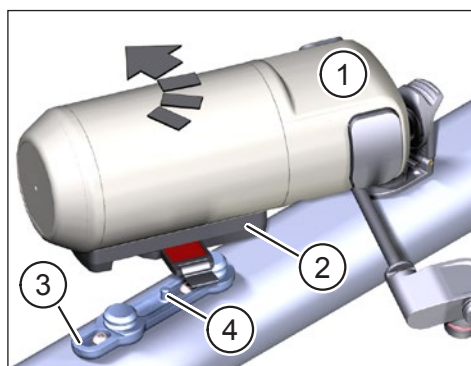

Fig. 4: Pose du Range Extender
- ▶ Placez le Range Extender (élément 1 Fig. 4) fixé au FIDLOCK® Force Connector (élément 2 Fig. 4) en biais sur le FIDLOCK® Bike Base (élément 3 Fig. 4) au-dessus. Lors de la mise en place, le mandrin (élément 4 Fig. 4) sur le FIDLOCK® Bike Base doit glisser dans le logement correspondant du FIDLOCK® Force Connector. Les aimants aident à la mise en place et le Range Extender doit s'emboîter automatiquement en émettant un clic audible.